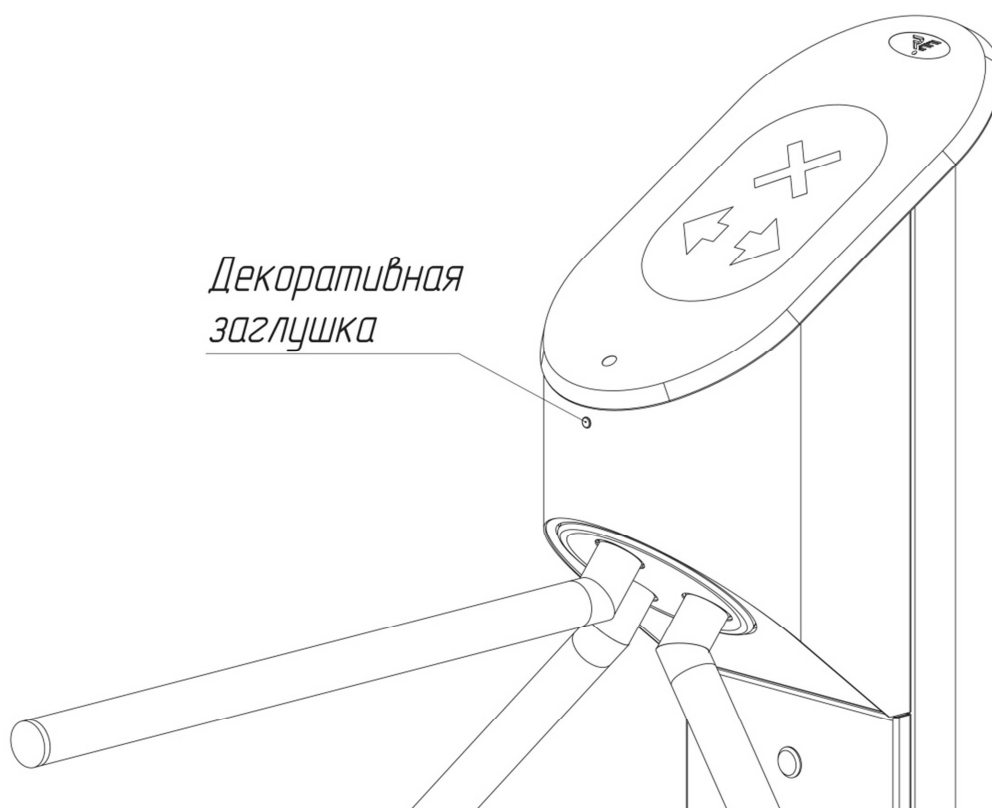

Рис. 2
- извлеките пластиковую декоративную заглушку из отверстия (рис. 2);